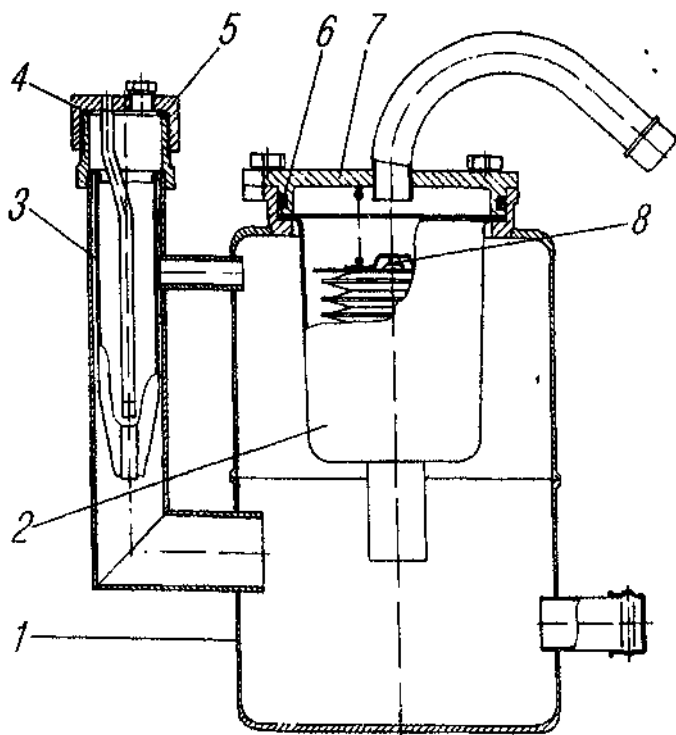

Рис. 52. Бак масляный рулевого управления:
Бак установлен отдельно от насоса. В баке имеется заливной фильтр 3 (рис. 52). Масло, возвращаясь в бак, проходит через фильтр 2. В случае
5. Снимите крышку 7 (см.рис. 52) масляного бака, фильтр 2 и промойте фильтр.